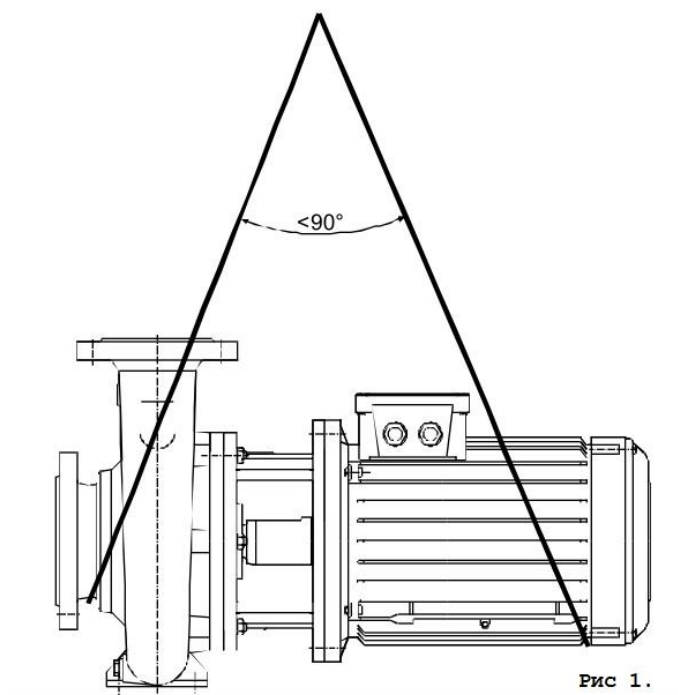

Рисунок 1. Правильный подъем
4. Во избежание перекоса поднимать только как на *рис. 1*.